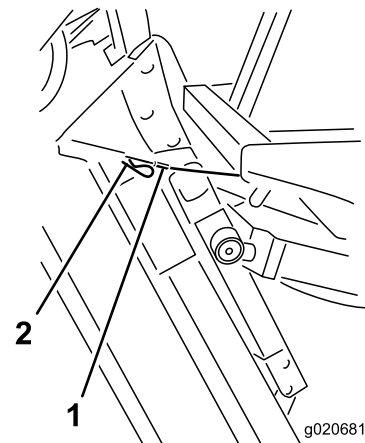

Bild 99
6. Halten Sie das Mähwerk dann in der aufrechten Stellung, bringen das Kabelende über dem Stift am Mähwerkhubarm an und befestigen es mit einem Splint (Bild 99).